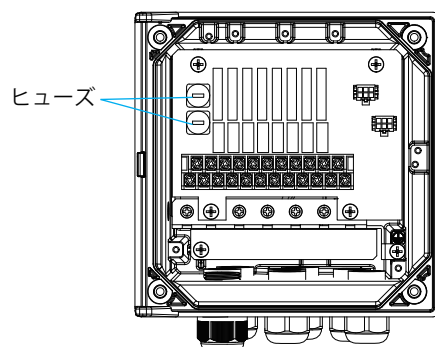

図8.11 図ヒューズ交換（リレーボックス）
- (1) ねじ 4 本を緩め、リレーボックスのカバーを開けます。
- (2) ヒューズホルダ（2 個）を取り外します（図 8.11 参照）。
- (3) ヒューズを新しいものに交換し、ヒューズホルダを取り付けます。
- (4) リレーボックスのカバーを閉じます。